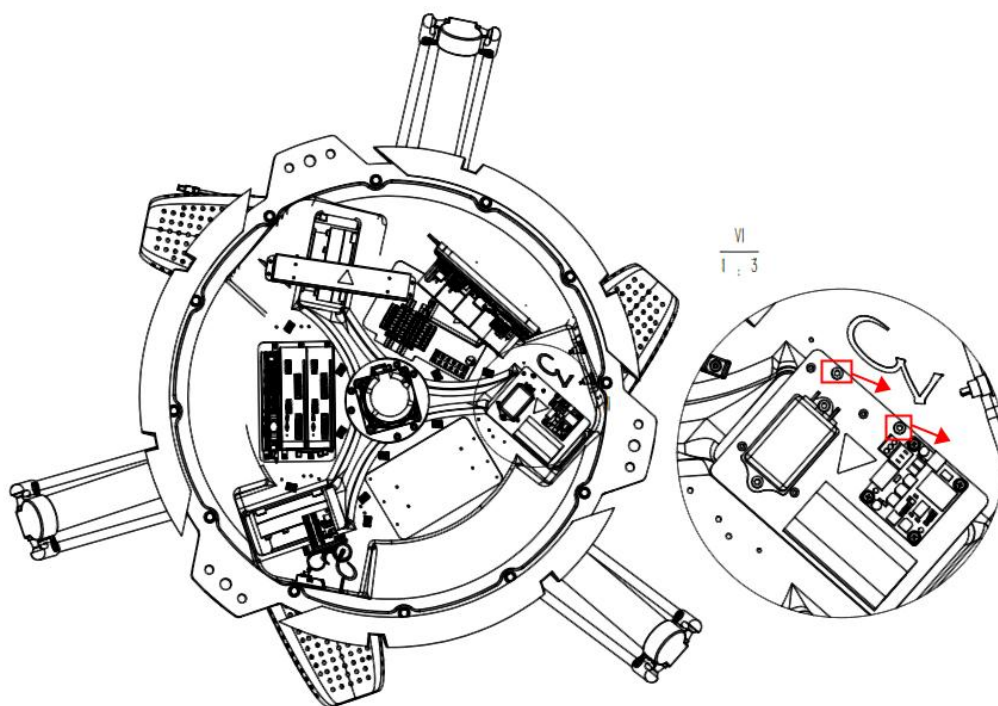

图 4-24 拆卸固定锂电池的板金螺钉
**步骤4** 用内六角扳手拆卸固定锂电池的板金螺钉，如图 4-24 所示。